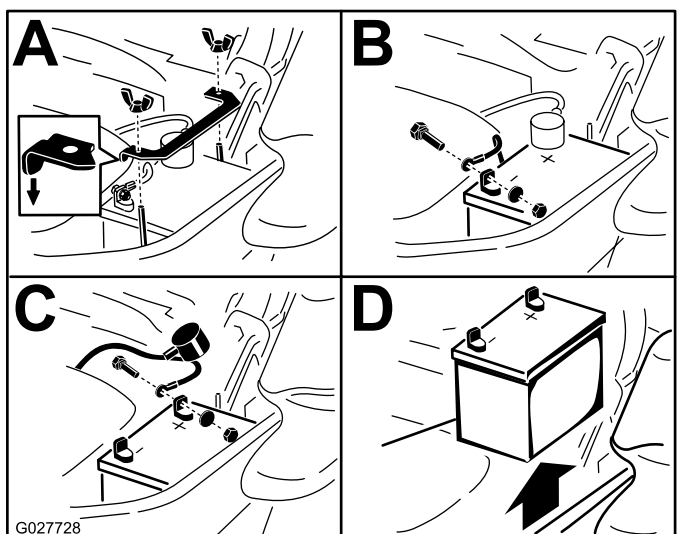

Figura 51
3. Scollegate il cavo negativo della batteria (nero) dal morsetto negativo (-) della batteria (Figura 51).
4. Sfilate la guaina rossa dal morsetto positivo (+) della batteria e togliete il cavo positivo (rosso) della batteria (Figura 51).
5. Togliete il dado ad alette che fissa la fascetta della batteria (Figura 51).
6. Togliete la fascetta (Figura 51).
7. Togliete la batteria (Figura 51).
1. Posizionate la batteria nel vassoio, con i poli in posizione opposta al serbatoio idraulico (Figura 51).
4. Fissate i cavi con 2 bulloni, 2 rondelle e 2 dadi di bloccaggio (Figura 51).
6. Montate la fascetta e fissatela con il dado ad alette (Figura 51).